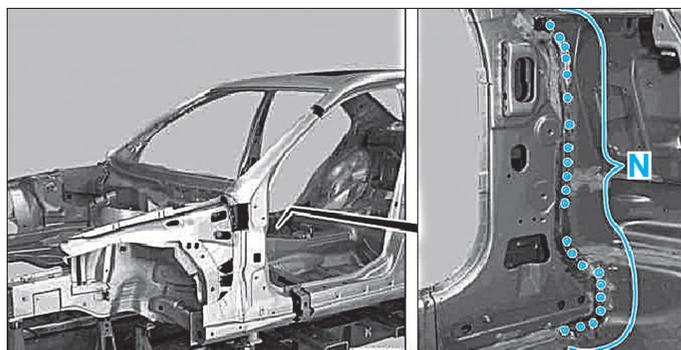

FIG. 35
- les points de soudure dans la zone (N) (Fig.35).